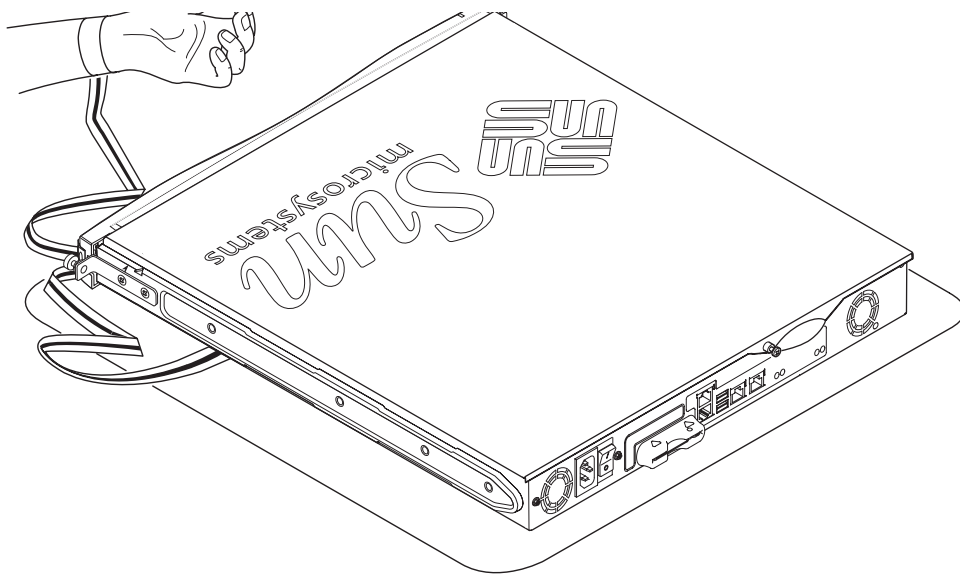

图 8-2 使用系统随带的一次性防静电腕带
**警示** – 系统中含有对静电敏感的电子部件。请勿接触任何金属部件。将系统放在静电放电 (ESD) 垫板上部 (请参见图 8-2)。应使用系统随带的一次性防静电腕带。接触任何内部组件之前，请将防静电腕带连到系统的金属底座上。
1. 将设备放在 ESD 表面，然后系上防静电腕带（请参见图 8-2）。
1. 将设备放在 ESD 表面，然后系上防静电腕带（请参见图 8-2）